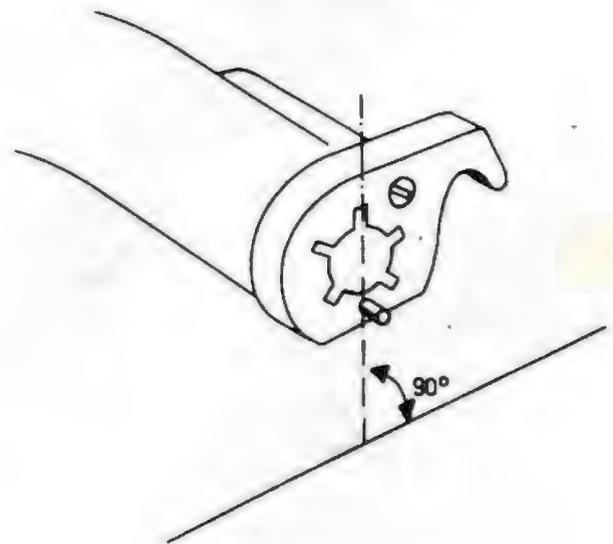

Fig.21
4. La broche sur le connecteur 125 dans le bras de pick-up doit être positionnée perpendiculaire à la plaque (voir la fig. 21).